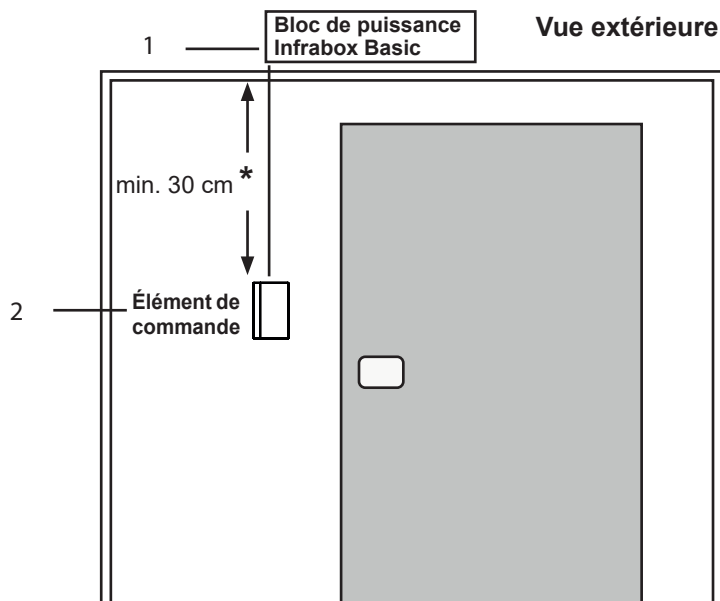

Fig. 2 Position du panneau de commande
Le panneau de commande 2 de la commande infrarouge est monté sur la paroi extérieure de la cabine à une distance maximale de 10 mètres du bloc de puissance 1 (voir Fig. 2). Pour le montage, une scie sauteuse usuelle, par exemple, est nécessaire pour réaliser la découpe pour le panneau de commande. Il est possible de monter le panneau de commande aussi bien dans la cabine qu'à l'extérieur de la cabine.
* En cas de montage à l'intérieur d'une cabine de sauna, respecter une distance minimale de 30 cm par rapport au plafond de la cabine (voir Fig. 2 Position du panneau de commande à la page 12).